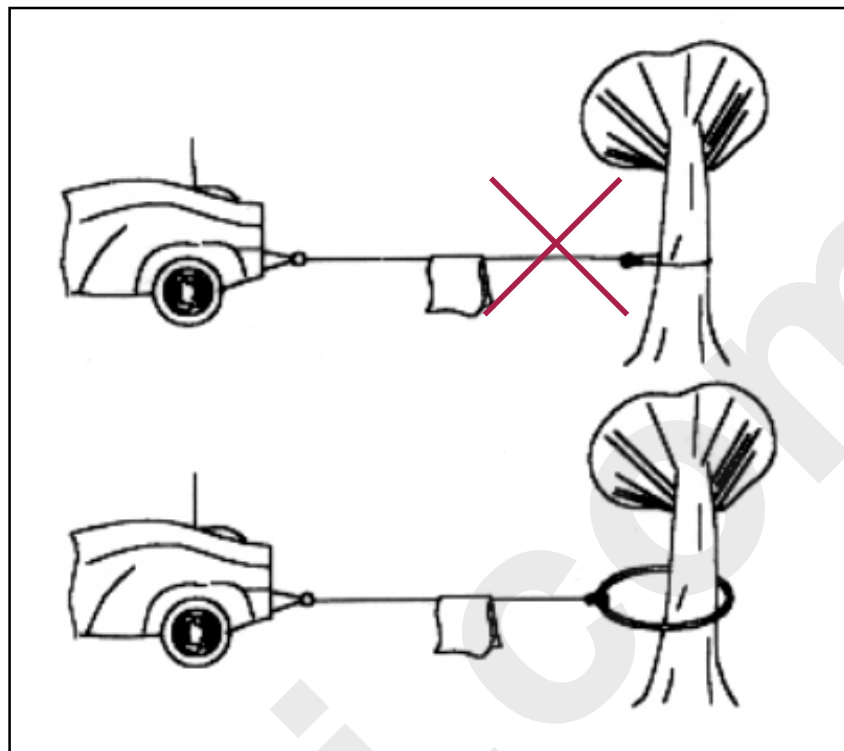

Figura 19 Sfilare il cavo / aggancio ad imbracatura.
- Quando si deve agganciare un carico che non ha un apposito punto di aggancio, si deve ricorrere ad imbracature, cinghie o catene (Figura 19), e non tentare di fissare il gancio sul cavo stesso.